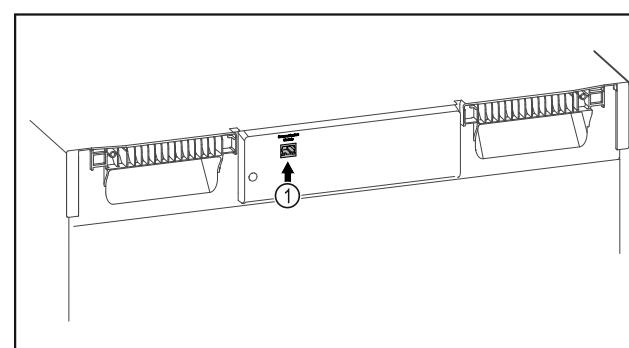

Fig. 141
- SmartModule Fig. 141 (1) ist eingesetzt.